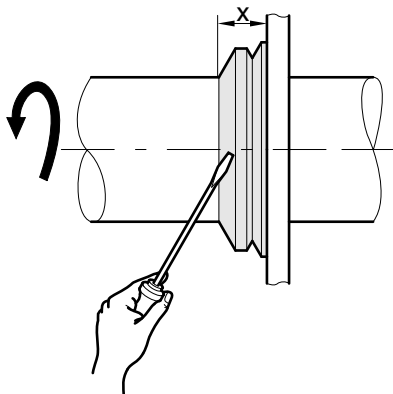

Figure 12: Joint en V.
- Saturer les nouveaux joints en feutre (2) à chaud (80° C) au moyen d'huile de haute viscosité, avant de les replacer dans le couvercle du palier. L'axe doit glisser sans friction dans le joint et être au contact du joint sur tout son pourtour.
- Retirez les joints d'étanchéité (3) et les joints en V (1) au moyen, par exemple, d'un tournevis, en faisant tourner l'axe (→ Fig. 12).